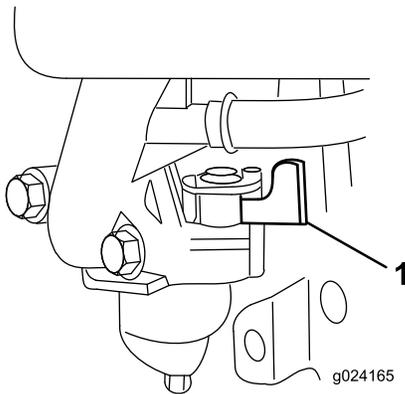

Figura 12
2. Abra la válvula de combustible moviendo la palanca de la válvula de combustible a la derecha (Figura 12).
**Nota:** Cierre la válvula de combustible moviendo la palanca de la válvula de combustible (Figura 12) a la izquierda a menos que vaya a volver a arrancar el motor en breve.